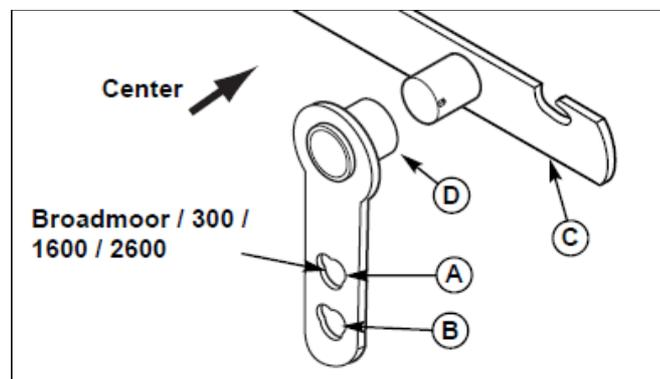

図14 アッパーハンガー
6. そのままであれば、安全クリップ(図13のAとH)を上部ハンガ(B)と下部ハンガ(E)から外してください。リフトフック(F)の上にポストについて上部ハンガ(B)を入れ、リフトフック(F)の上にポストに上部ハンガ(B)を入れてください。上部ハンガーのロングハブ(図14のD)を中央にします。下部ハンガー(D)の上にある上部ハンガ(図13のB)の上の孔につないでください。ワッシャ(G)と安全クリップ(AとH)でこていしてください。逆の側も同様にします。
注意:Broadmoor/300/1600/2600 は図 14 による上部の孔に入れます。